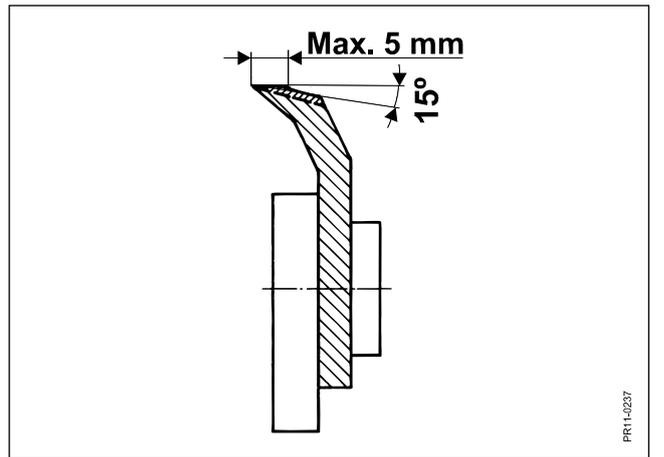

Fig. 4.15
- Fig. 4.15** Pour éviter une demande de puissance excessive au travail ainsi qu'une usure trop importante de la pierre à affûter, il faut effectuer un émouillage ou un dressage des couteaux (affûter le bord arrière à un angle de 15°) quand le bord incisif a une largeur de 5 mm ou plus.